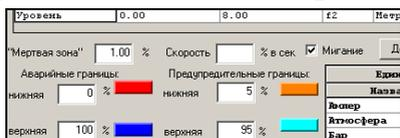

Рис. 1.2 Шкалы
2. Запустите MasterSCADA – создайте новый проект Контроль уровня. На странице свойств (справа) – выберите вкладку Шкалы – Добавить – Имя: Уровень – Начало: 0, Конец: 8, Аварийные и предупредительные границы задайте согласно рис. 1.2.